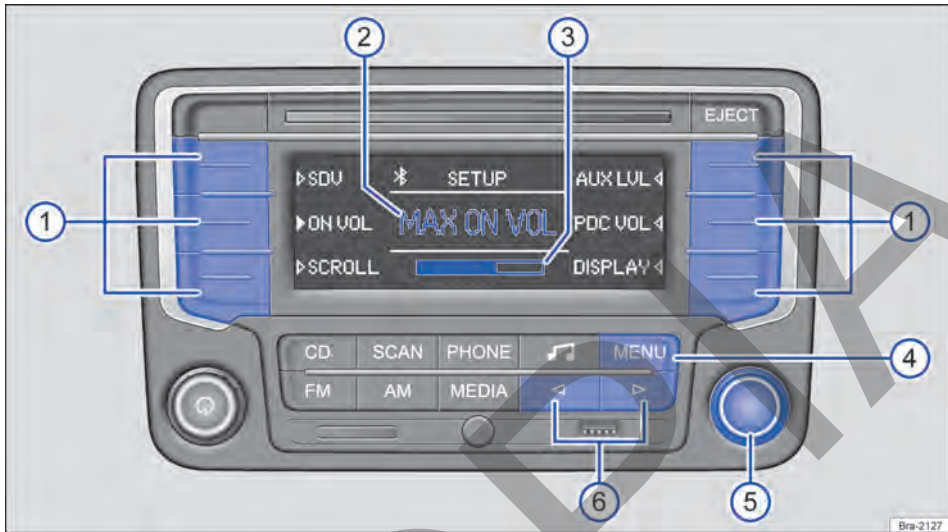

Fig. 164 Menú SETUP: defina el volumen inicial.
- Pulse la tecla del equipo (MENU) en cualquier menú → fig. 164 (4).
- Pulse las teclas de función para abrir el menú de ajuste correspondiente → fig. 164 (1).
- Gire la tecla de ajuste para modificar el ajuste actual → fig. 164 (5).
- O: pulse brevemente la tecla del equipo (◀ o ▶) para modificar el ajuste actual → fig. 164 (6).
- O: si se pulsa brevemente la tecla del equipo (MENU) → fig. 164 (4).
En el centro del display aparece **MAX ON VOL** → fig. 164 ② y, debajo, la barra de volumen → fig. 164 ③.